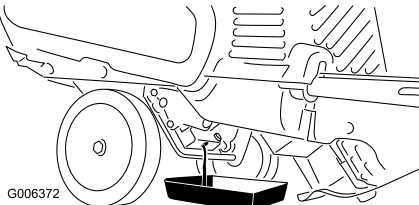

Bild 25
3. Stellen Sie eine Ölauffangwanne unter die Ölablassschraube, nehmen Sie die Ölablassschraube und kippen Sie die Schneefräse nach hinten; lassen Sie das Altöl in die Ölauffangwanne laufen (Bild 25).